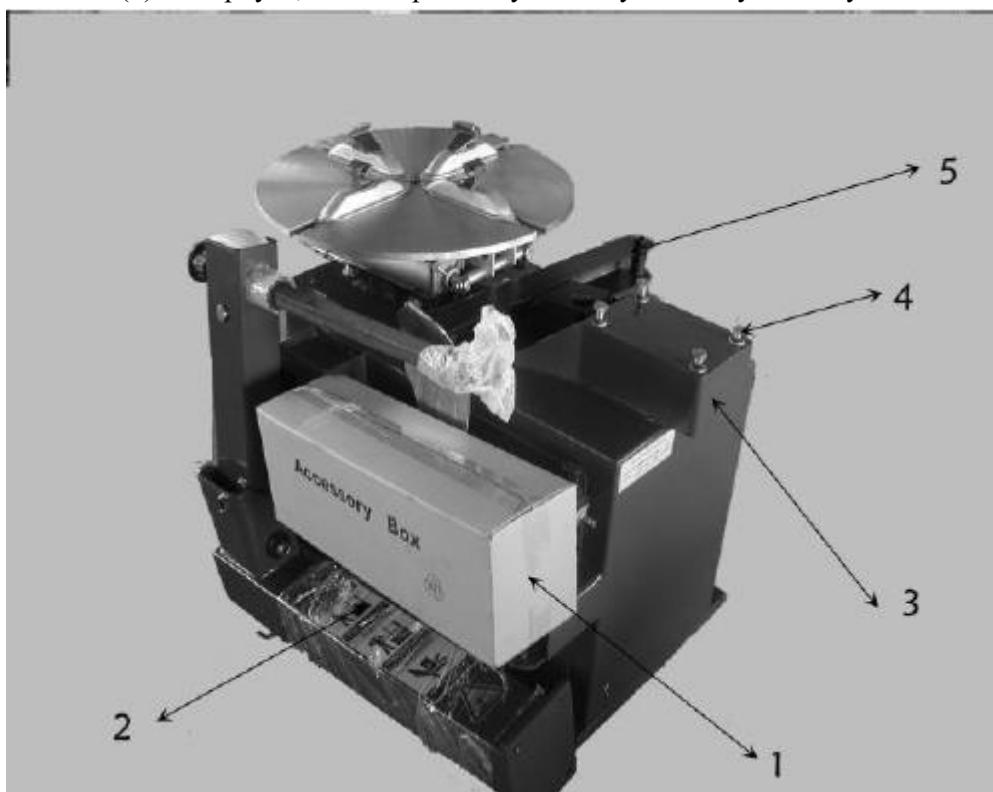

Рис. 10.1
- Как показано на рис. 10.1, распакуйте упаковочную коробку и достаньте принадлежности (1), рычаг бортоотжимателя (5) и стойку в сборе (2) и соберите корпус. Открутите шестигранный винт (4) на корпусе, а также резиновую шайбу и плоскую шайбу.
10.1 Установите стойку в сборе на корпус таким образом, чтобы знак безопасности был расположен напротив оператора. Ослабьте болт, снимите плоскую шайбу и резиновую шайбу (рис. 10.1). Момент затяжки составляет 70 Н·М. Закрепите динамометрическим ключом (рис. 10.2).